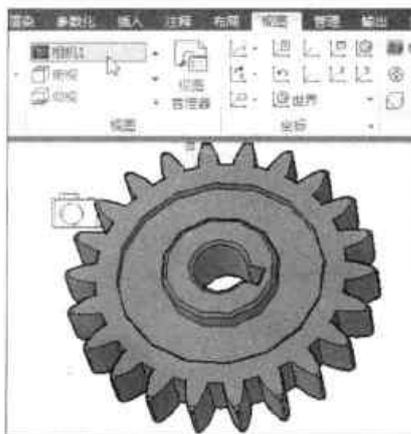

图11-31 选择相机视图
Step 03 执行“视图>视图”命令，在视图列表中选择刚创建的相机视图选项，将当前视图切换至相机视图，如图 11-31 所示。